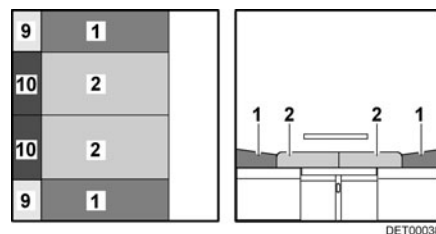

Fig. 100 Después de la transformación
- Tirar de los cojines del asiento (Fig. 100,2) hacia delante y hacia el centro.
- Colocar los cojines del respaldo (Fig. 100,1) entre los cojines del asiento y la pared.
- Colocar los cojines adicionales (Fig. 100,9) entre los cojines del respaldo y la pared.
- Colocar los cojines adicionales (Fig. 100,10) entre los cojines del asiento y la pared.
- ▷ Según el modelo, se deberán insertar dos cojines adicionales más pequeños en lugar del segundo cojín del respaldo (Fig. 100,1) y del segundo cojín adicional (Fig. 100,9).